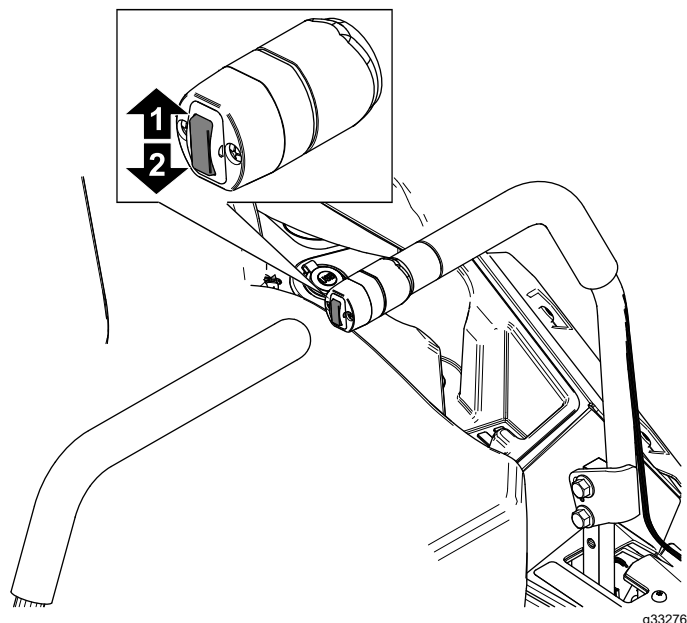

Bild 31
1. Drücken Sie den Mähwerkhubschalter nach oben (**Bild 31**).